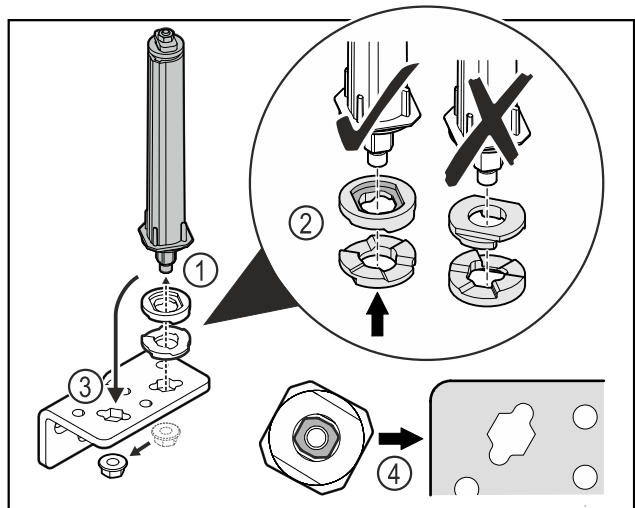

Fig. 20
- ▶ Moer losmaken en deursluitsysteem verwijderen Fig. 20 (1).
- ▶ De correcte uitlijning van de hoogte-instelschijven in acht nemen Fig. 20 (2).
- ▶ Deursluitsysteem in de scharnierhoek verplaatsen en met de moer vastzetten Fig. 20 (3).
- ▶ Bij het plaatsen de correcte uitlijning van het deursluitsysteem in acht nemen Fig. 20 (4).